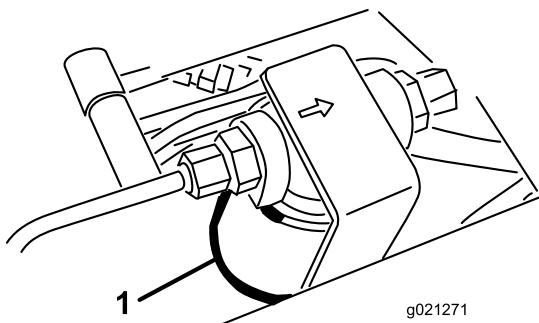
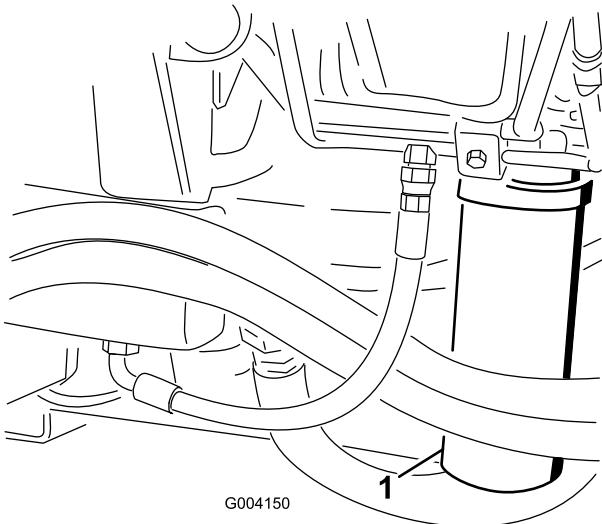

Figure 64
Figure 65
2. Nettoyez la surface autour de la zone de montage du filtre et placez un bac de vidange sous le filtre (Figure 64) et (Figure 65).